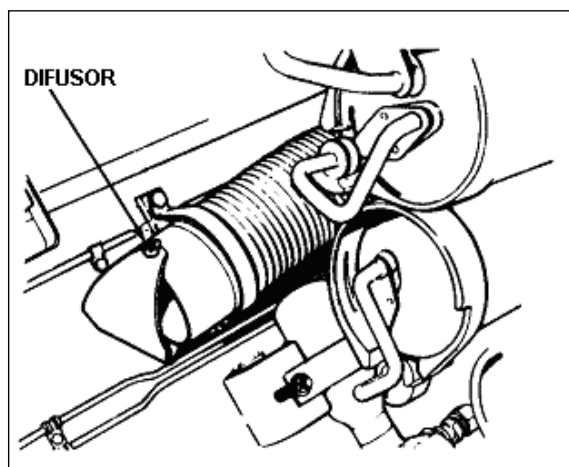

Fig 3-13. Difusor do sistema de aquecimento interno
b. Controle de temperatura e fluxo de ar (Fig 3-13)
(1) Pode-se aumentar a temperatura do ar colocando o interruptor do aquecedor interno em ON-HI, sem parar na posição desligado.
(2) Para direcionar a posição do fluxo de ar, mover a saída do aquecedor de ar (3).
(3) Para mudar a direção do fluxo de ar na torre, ajustar o difusor localizado na parede esquerda do casco à retaguarda do alojamento de munição de pronto emprego do Can.